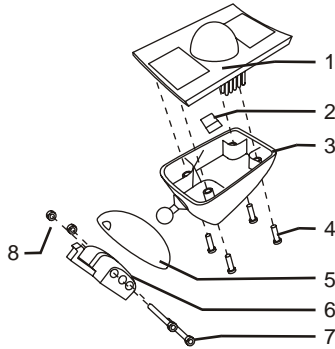

Abb. 2
- Drücken Sie die beiden Seitenteile (Halbkugleinbuchtungen) des Halters (Abb. 2 Pos. 6) zusammen.
- Setzen sie die zwei Muttern (Abb. 2 Pos. 8) in das Seitenteil ein.
- Schrauben Sie die Edelstahlschrauben (7) in die Sechskantmuttern. Drehen Sie nur so viele Umdrehungen, bis der Anfang der Schraube bündig mit der Mutter ist.
- Öffnen Sie den Deckel des Wettersensors, indem Sie die Schrauben (4) lösen und den Deckel senkrecht abziehen.